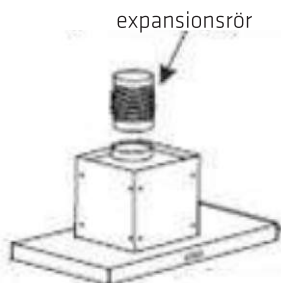
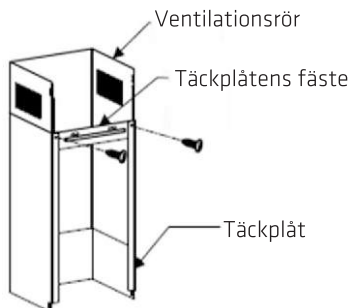

Bild 3
Bild 4
4. Montera expansionsröret och täckplåten på flätkåpan. Fäst avslutningsvis täckplåtens fäste på täckplåten, och se till att ventilationsrörets höjd inuti täckplåten kan justeras fritt liksom fästet av expansionsröret. Se bild 3/bild 4.